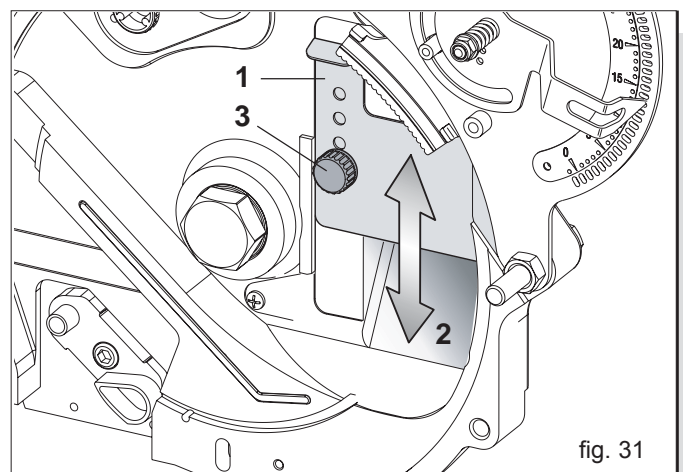

fig. 31
La piastrina anti-traboccamento (1 Fig. 31) è regolabile in cinque posizioni e definisce l'ampiezza della luce di ingresso semi (2 Fig. 31), in modo che questi non possano fuoriuscire dal distributore per eccesso di alimentazione. La regolazione è necessaria quando vi sono terreni con notevoli pendenze o con semi di piccola dimensione.
N.B.: Assicurarsi che il pomello (3, Fig. 31) sia ben serrato.